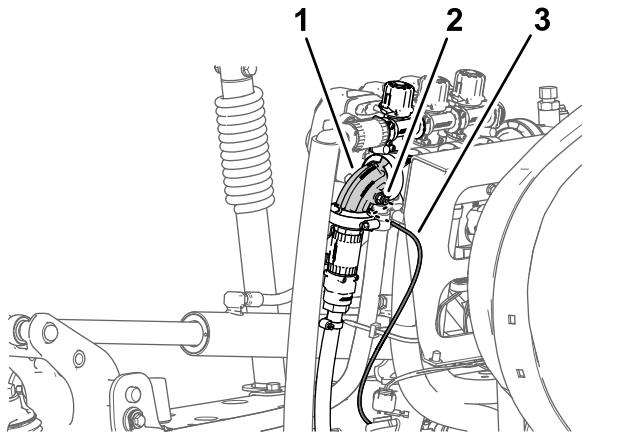

图30
1. 压入右喷洒段阀 90 度弯头中的管子连接器锁环图30。
2. 从管子连接器中拉出仪表板仪表压力传感管图30。